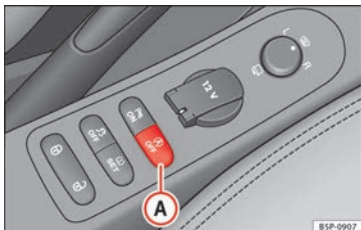

Abb. 132 Ansicht des Tasters für den Start-Stopp-Betrieb
- Drücken Sie den Taster **(A)** » **Abb. 132** an der Mittelkonsole. Nachdem Sie den Start-Stopp-Betrieb ausgeschaltet haben, leuchtet die Kontrollleuchte am Taster auf.
- Drücken Sie den Taster **(A)** » **Abb. 132** an der Mittelkonsole. Die Kontrollleuchte am Taster erlischt.